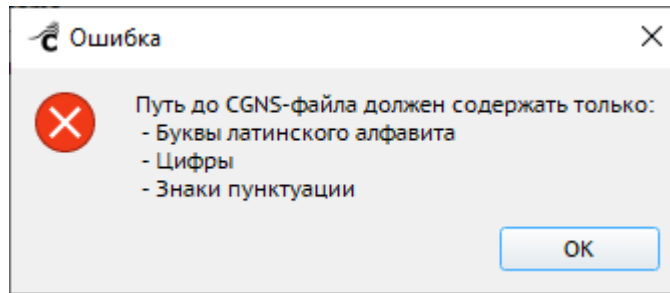

Рисунок 264 – Сообщение о некорректном пути до CGNS-файла
- «Файл с гидродинамикой» – загрузить файл результатов расчета гидродинамики, имеющий формат *.cgns или *.efr. Для этого нужно нажать на кнопку «Открыть» и указать путь к файлу. Путь к указанному файлу отобразится в поле. Следует учитывать, что путь к файлу не должен содержать кириллических символов, в противном случае система выдаст соответствующее сообщение (Рисунок 264).